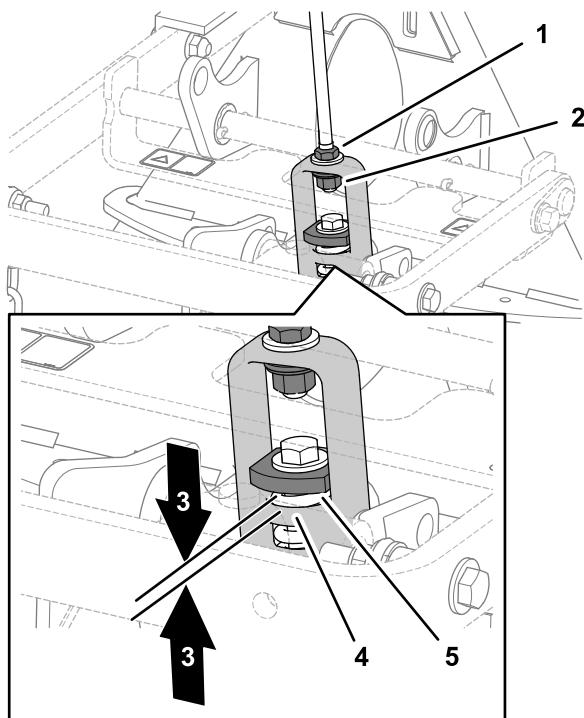

图 10
2. 如图 10 所示测量附件连接器上重型垫圈与提升轭肩之间的空隙。
注意 如果测量出的重型垫圈与提升轭肩之间的空隙介于 1.52mm 则说明链杆调节正确图 10。
3. 如果空隙不正确拧松锁紧螺母并根据需要拧紧或拧松链杆总成上的调节螺母以改变空隙大小图 10。